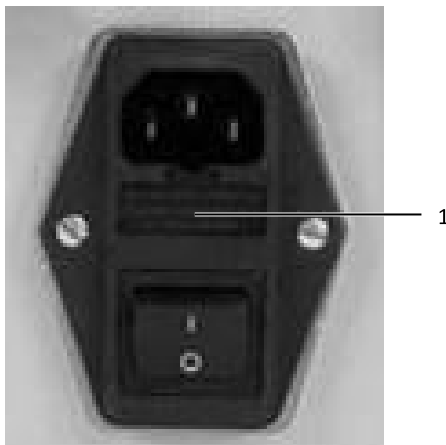

Fig. 27: Apertura del vano fusibili
- Rimuovere il vano fusibili (fig. 27, pos. 1), sollevandolo dall'unità filtro di rete utilizzando un cacciavite a taglio.